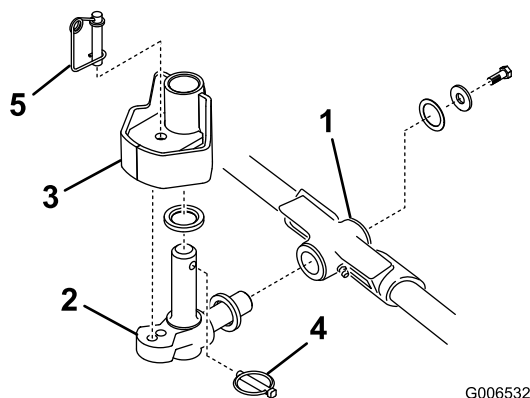

Figura 13
1. Montate una rondella di spinta sull'albero orizzontale dello snodo di articolazione, come riportato in Figura 13.
2. Inserite l'albero orizzontale dello snodo di articolazione nel tubo di montaggio del telaio portante (Figura 13).
3. Fissate lo snodo di articolazione al telaio portante con una rondella di spinta, una rondella piana e una vite a testa cilindrica con testa flangiata (Figura 13).
4. Inserite una rondella di spinta sull'albero verticale dello snodo di articolazione (Figura 13).
5. Inserite l'albero verticale dello snodo di articolazione nel mozzo orientabile del braccio di sollevamento, se era stato tolto in precedenza (Figura 13). Inserite lo snodo di articolazione tra i due paraurti di centraggio in gomma, sotto la piastra di sterzo del braccio di sollevamento, finché non è in posizione.
6. Inserite l'acciarino nel foro a croce previsto sull'albero dello snodo di articolazione (Figura 13).
Nota: Se l'elemento di taglio deve essere fisso, inserite il perno di bloccaggio dello sterzo nel foro di montaggio dello snodo di articolazione (Figura 13).
11. Agganciate del filo per molle attorno alla base del perno di bloccaggio dello sterzo (Figura 13).